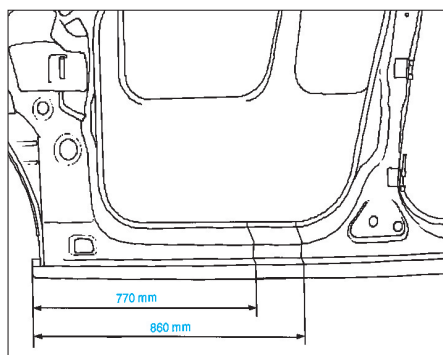

FIG. 51
- Découper le bas de caisse aux côtes indiquées (fig. 51).
- Découper le bas de caisse de porte avant aux cotes indiquées (fig. 51).